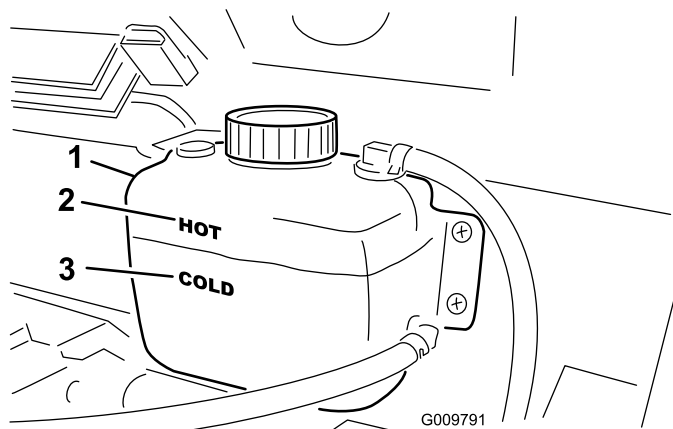

Figure 19
2. Vérifiez le niveau du liquide de refroidissement sur le côté du vase d'expansion (Figure 19). Le liquide de refroidissement doit atteindre le repère "Cold" (froid) quand le moteur est froid.